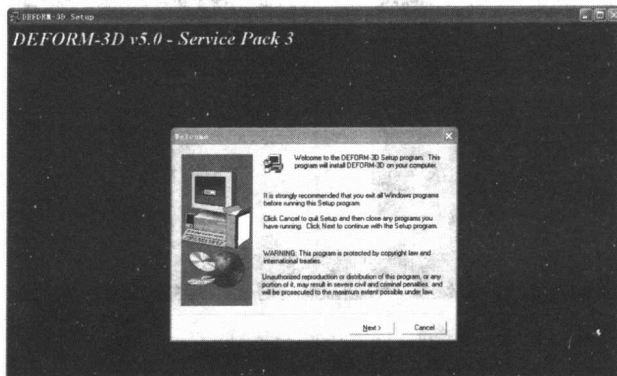

图 1-2 安装启动对话框
(1) 运行 DEFORM-3D 的安装程序, 会出现 DEFORM-3D V5.03 安装提示与法律警示, 安装启动对话框如图 1-2 所示, 单击【Next】按钮进入安装。